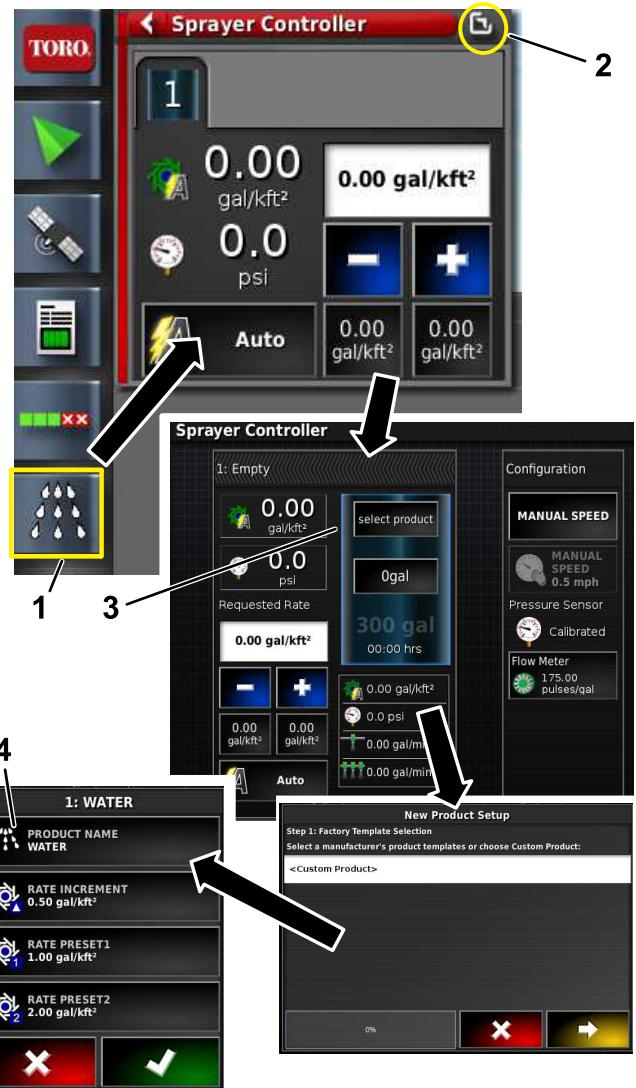

Bild 7
5. Benennen Sie das Produkt, wählen Sie die Dosierungen aus und wählen Sie die Dosierungserhöhungen aus (Bild 7).